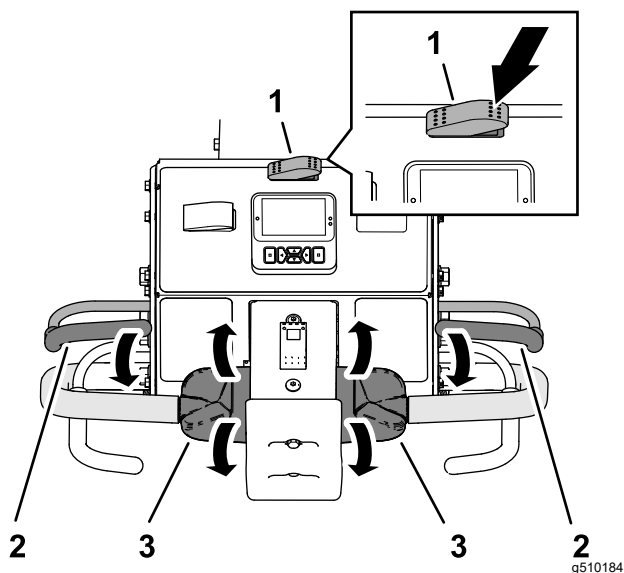

Bild 80
3. Drücken Sie die rechte Seite des Transport-/Aerifizierschalters in die AERIFIZIEREN-Stellung (**Bild 80**).
5. Fassen Sie den linken oder rechten Lenker und den Schalterbügel (**Bild 80**), und drücken Sie den Schalterbügel an den Lenker.